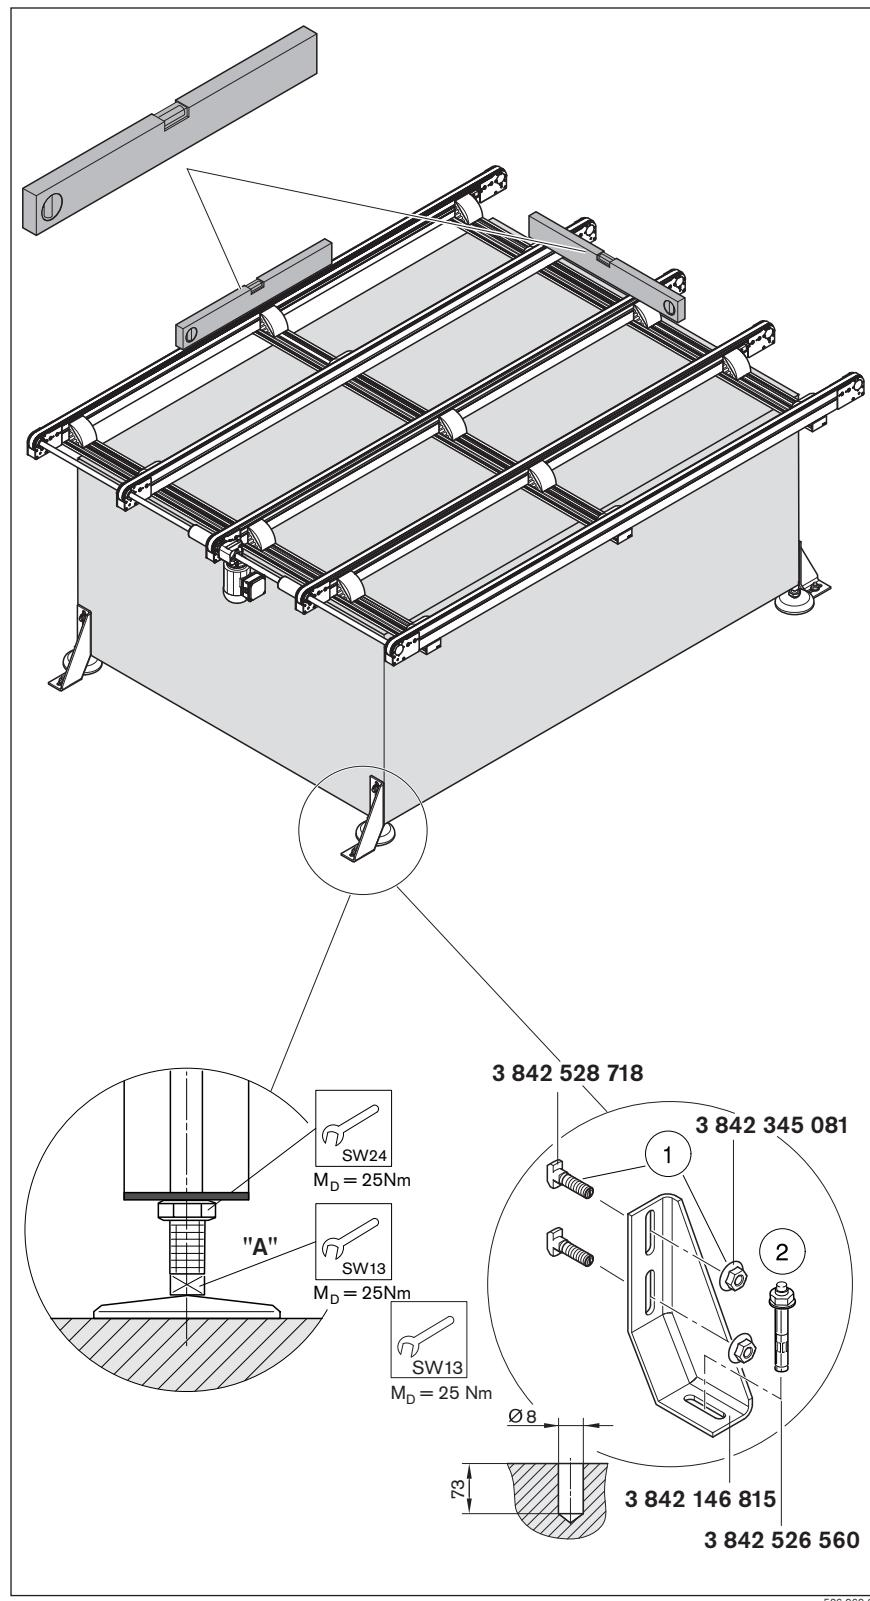

Fig. 9
- ▶ Opción de cable de conexión: **3 842 409 645** (M20x1,5), véase la "Fig. 9". Tenga en cuenta el fusible previo.